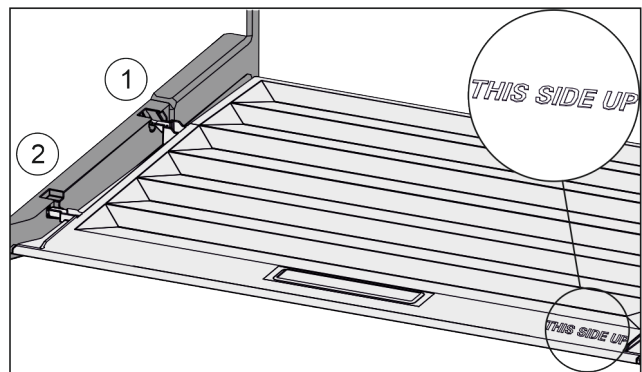

Fig. 54
- ▶ Deckelstege über Öffnung der hinteren Halterung Fig. 54 (1) einführen und vorne in Halterung Fig. 54 (2) einrasten.